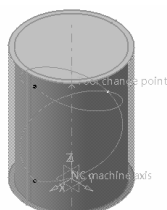

图 4-43 定义毛坯零件（2）
5) 定义毛坯零件（2）。单击 Stock 按钮, 系统自动隐藏“Part Operation”对话框, 在图形区创建毛坯实体作为毛坯零件, 如图 4-43 所示, 然后双击空白处返回“Part Operation”对话框。